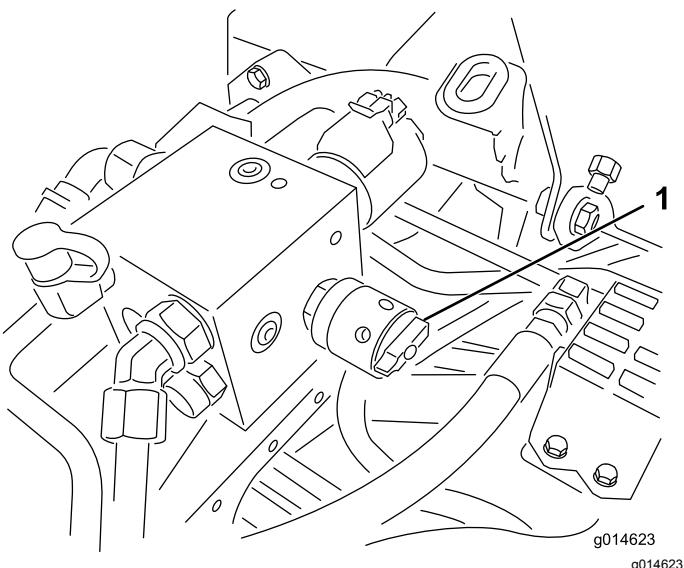

Figura 56
6. Girate il comando di velocità dei cilindri in posizione 1 Figura 56.